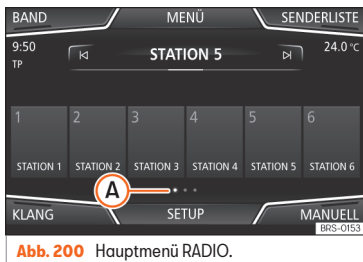

Abb. 200 Hauptmenü RADIO.
- ODER:** Tippen Sie auf eine der Funktionsflächen »» **Abb. 200 A**